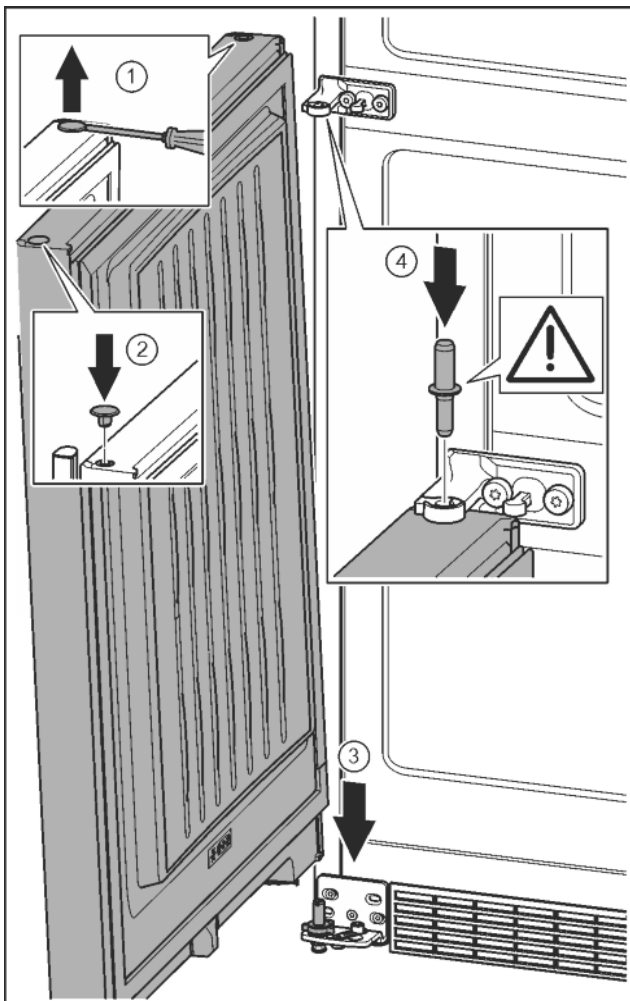

Fig. 22
- ▶ С плоска отвертка внимателно повдигнете тапата и я извадете. Fig. 22 (1)
- ▶ Отново поставете тапата от другата страна на вратата. Fig. 22 (2)
- ▶ Поставете вратата отгоре върху долния лагерен болт. Fig. 22 (3)
- ▶ Поставете лагерния болт среда през лагерната стойка среда в долната врата. При това обърнете внимание на това, фиксиращата гърбица да сочи назад. Fig. 22 (4)